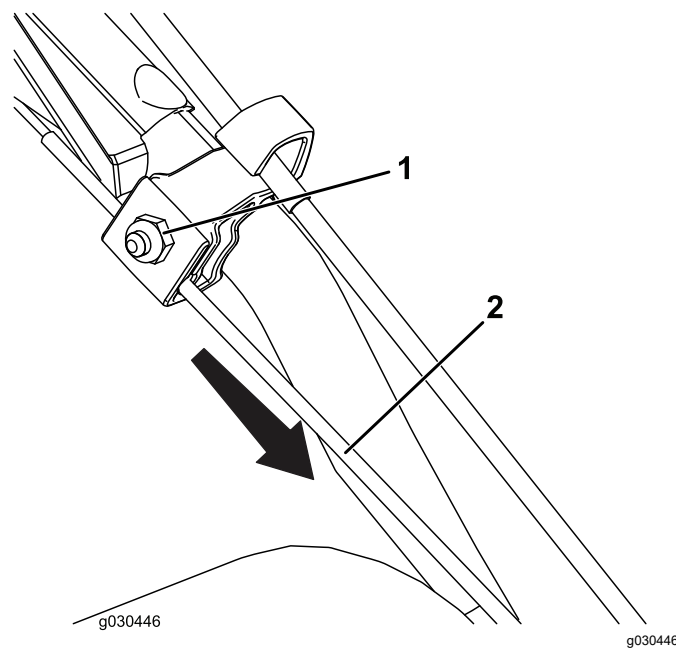

Рисунок 27
1. Ослабьте затяжку гайки верхнего зажима тросика, но не отворачивайте ее полностью (Рисунок 27).
2. Потяните тросик вниз, чтобы в значительной степени устранить его провисание (Рисунок 27).
3. Затяните гайку (Рисунок 27).